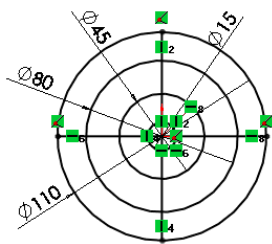
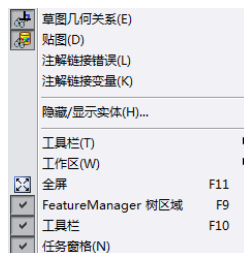
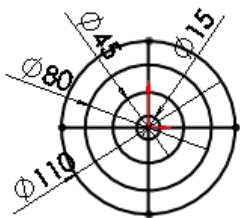

图 7-88 通风口草图
图 7-89 视图菜单
图 7-90 使草图几何关系不显示
(1) 在钣金零件的表面绘制图 7-88 所示的通风口草图。为了使草图清晰，可以执行“视图”→“草图几何关系”菜单命令，如图 7-89 所示，使草图几何关系不显示，结果如图 7-90 所示。然后单击“退出草图”图标 。